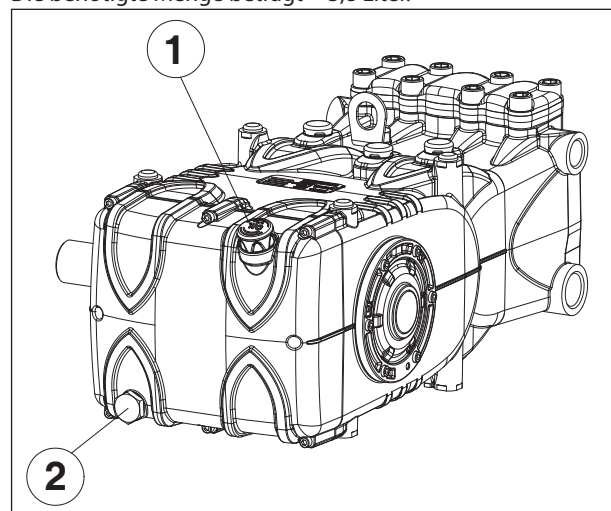

Abb. 3
Die Ölstandskontrolle hat mit der Pumpe auf Umgebungstemperatur zu erfolgen, für den Ölwechsel soll die Pumpe dagegen auf Betriebstemperatur sein. Entfernen Sie dazu den Ölmesstab, Pos. ①, und anschließend den Verschluss, Pos. ②, Abb. 3.